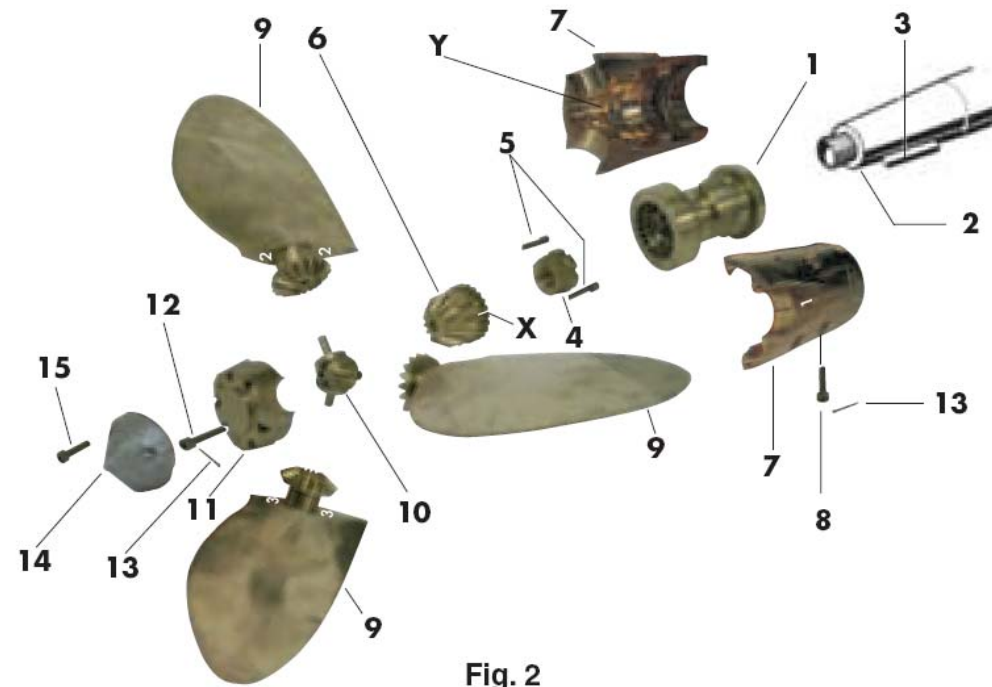
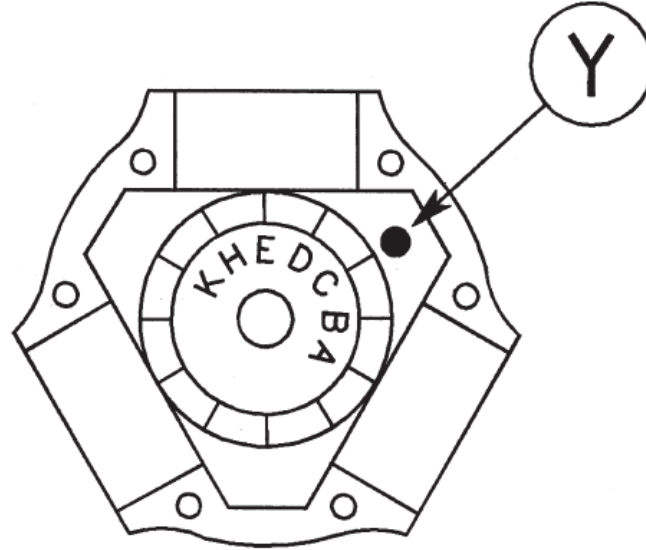

Fig. 2
Fig.4
MONTAJE - ASSEMBLY: Tenga presente que las partes que componen la hélice Max-Prop® no son intercambiables. En caso de recibir o disponer varias hélices al mismo tiempo será absolutamente necesario prestar mucha atención a no mezclar piezas de unas y otras. Efecturas las sucesivas operaciones haciendo referencia a la figura 2. *Max-Prop® parts are not interchangeable. Make sure if you receive more than one propeller that you do not interchange them. Please, use Fig. 2 for Part Number Referentes.*
E) Localice la marca denominada "Y" en el interior de la ojiva [7], constituida por un pequeño agujero (Fig. 2 e 4). Haga girar la ojiva [7] hasta hacerla coincidir la marca "Y" con el diente del engranaje cónico [6] señalado con la letra correspondiente al ángulo preseleccionado (ver tabla en la figura 4). Rellene ahora la parte superior de la ojiva con grasa.
Locate the mark on the top inside of the spinner (a small drill hole). This is the "Y" mark (Fig. 2 and 4). Rotate the spinner until the "Y" mark on the spinner coincides with the correct letter on the top of the central cone gear. This letter is determined from the chart in Fig. 4. Fill the top of the spinner with grease.